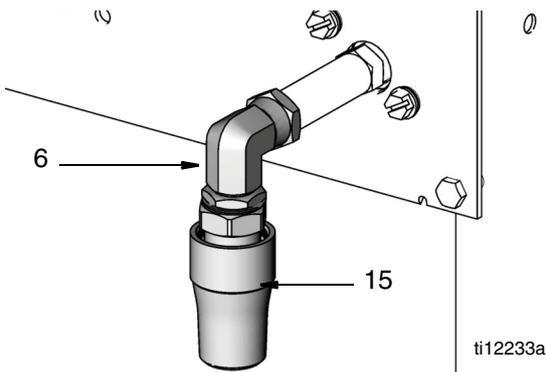

FIG. 26
- Desatornille el adaptador del manguito (13), el codo (6) y el conjunto de la boquilla de alto caudal (15) y retire el conjunto del colector (FIG. 26).